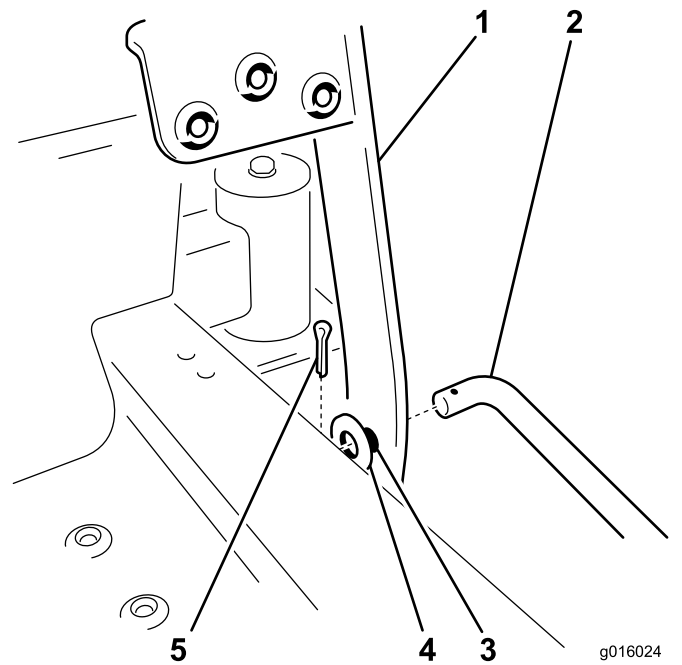

Figura 7
3. Sujete el pedal con una arandela plana (DI 17/32 pulgada) y una chaveta (Figura 7).
4. En la parte delantera de la máquina, introduzca el extremo doblado de la varilla de elevación en el taladro pequeño del brazo del pedal (Figura 7). Coloque una arandela en el extremo que sobresale y sujétela con una chaveta.